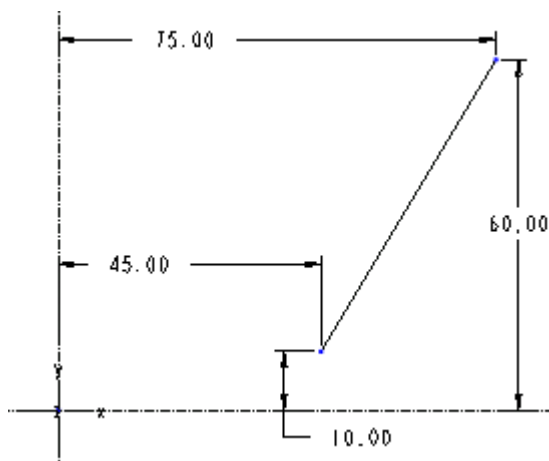

图 44-2
- (1) 单击菜单【插入】 【模型基准】 【图形】命令。
- (2) 在消息输入文本框中，输入名称“DEFORM.1”，系统进入草绘工作环境。
- (3) 使用  创建一参照坐标系，然后绘制两条相互垂直的中心线和一条线段，并标注尺寸，如图 44-2 所示。